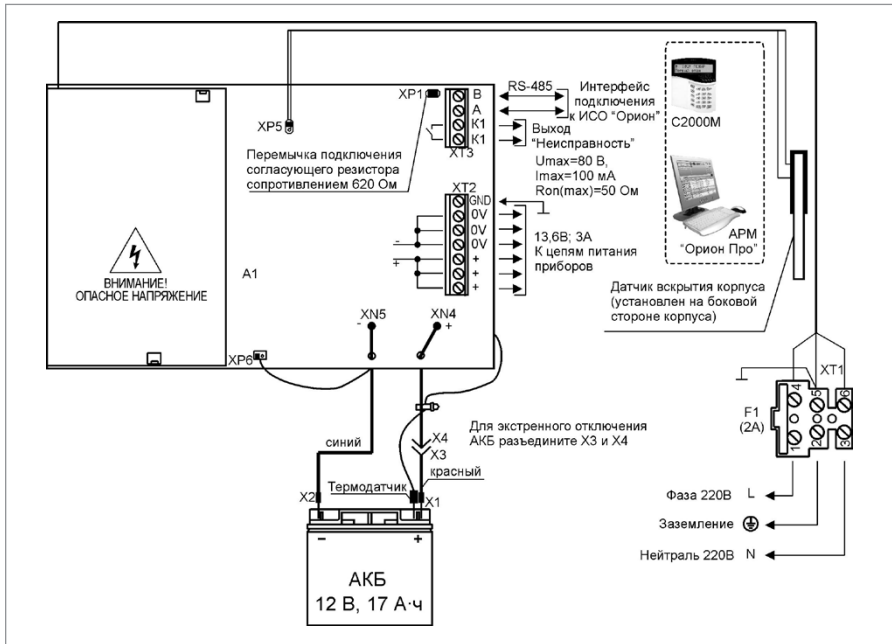
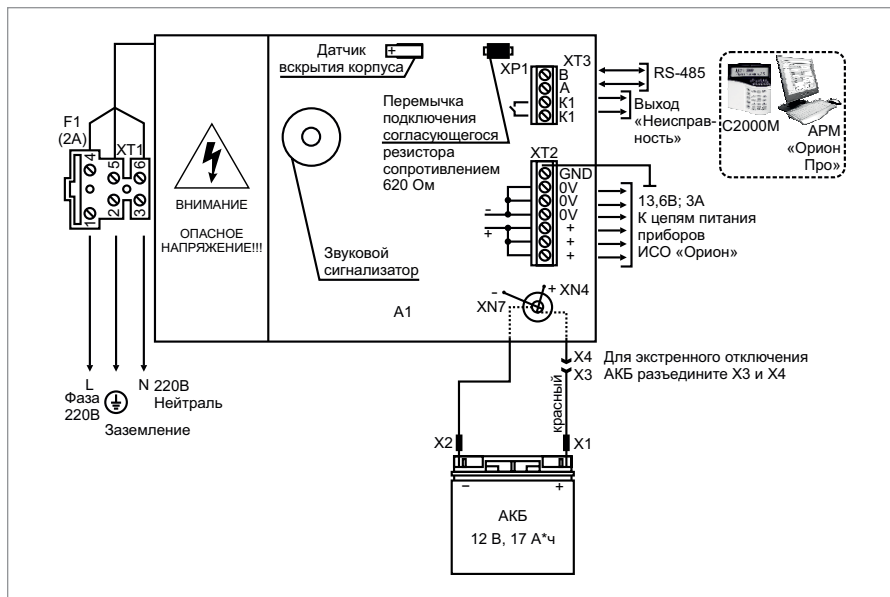

Рисунок 2. Схема внешних соединений РИП-12 исп.50 (РИП-12-3/17М1-Р-РС)
Рисунок 3. Схема внешних соединений РИП-12 исп.51 (РИП-12-3/17П1-P-RS)
2.5. Схемы подключения РИП-12 исп.50 (РИП-12-3/17М1-Р-RS), РИП-12 исп.51 (РИП-12-3/17-Р-RS), РИП-12 исп.54 (РИП-12-2/7П2-Р-RS), РИП-24 исп.50 (РИП-24-2/7М4-Р-RS) и РИП-24 исп.51 (РИП-24-2/7П1-Р-RS) приведены на Рисунок 2, Рисунок 3, Рисунок 4, Рисунок 5 и Рисунок 6 соответственно.
2.15. Проверьте правильность произведённого монтажа в соответствии со схемой подключения (Рисунок 2, Рисунок 3, Рисунок 4, Рисунок 5 и Рисунок 6).